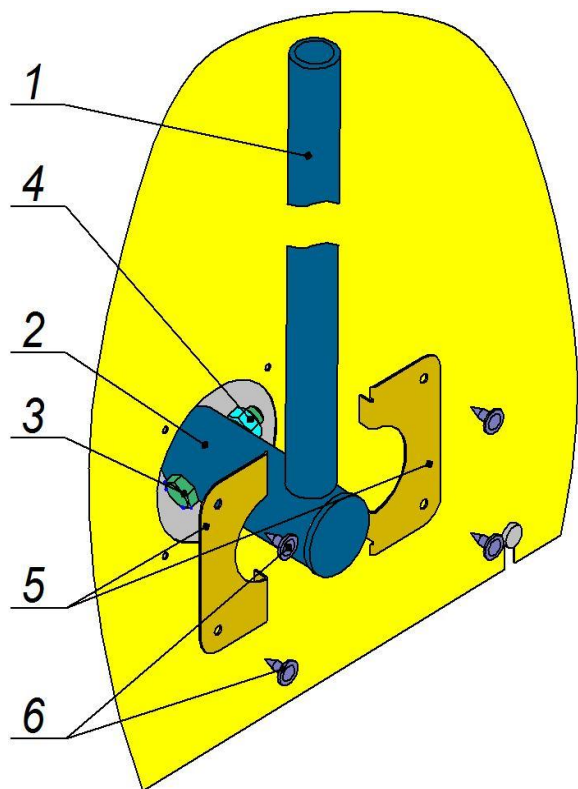

Рис.10. Монтаж важеля штанги:
6.7.5. Важіль штанги (для котлів моделі “Данко-18ТНЕ”), в транспортному положенні, разом з елементами кріплення, знаходиться в топці котла. Монтаж необхідно проводити у відповідності з рис.10.
9.2.2.4. Котел моделі “Данко-18ТНЕ” оснащено додатковою рухомою колосниковою решіткою (п.5.1.1, рис.2), яка дозволяє проводити періодичне підрізання шару палива для запобігання його спіканню. Приведення її в рух відбувається шляхом повертання важеля (рис.10).